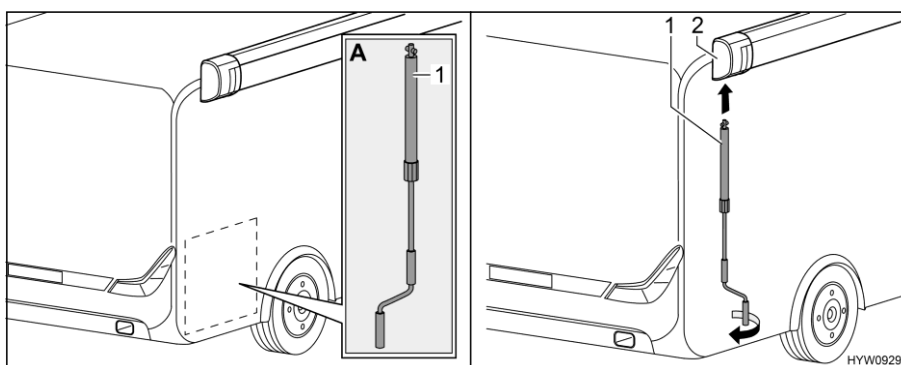

Bild 25 Montera veven
- Ta ut veven (Bild 25,1) ur det bakre lastutrymmet (Bild 25,A).
- Sätt veven i markisens bajonettfästhållare (Bild 25,2).